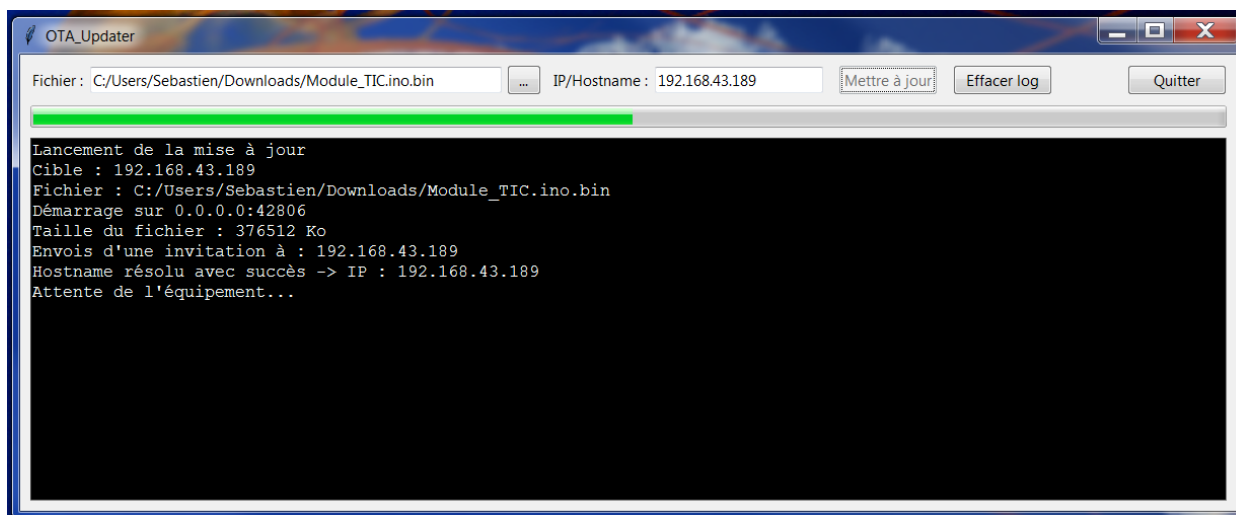

Figure 12 : OTA_Updater
3. Ouvrir le logiciel **OTA_Updater.exe** (fig.12) puis: